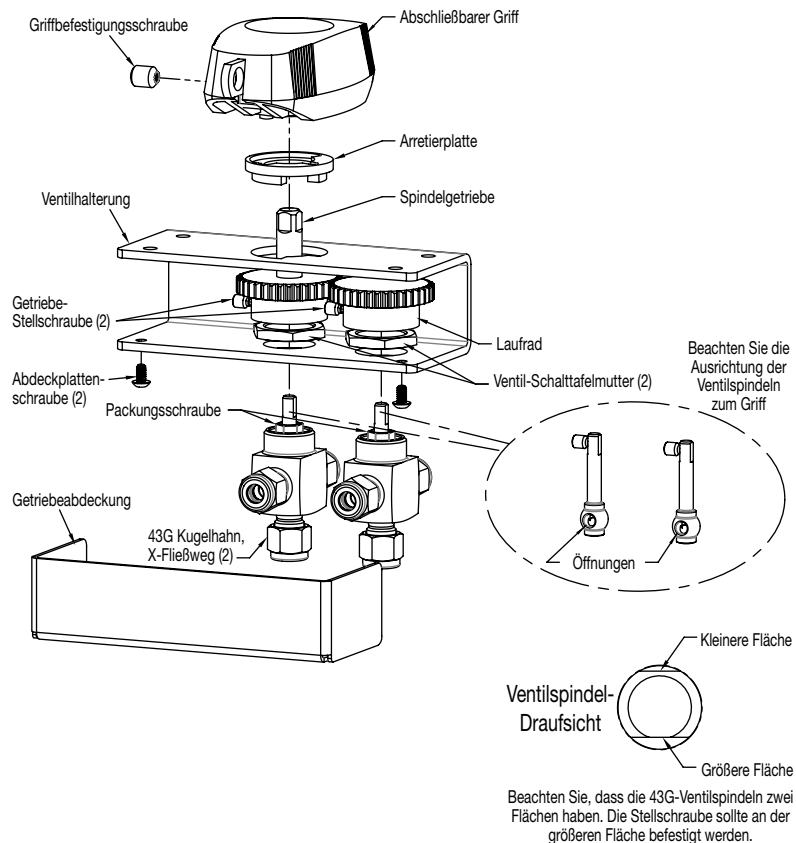
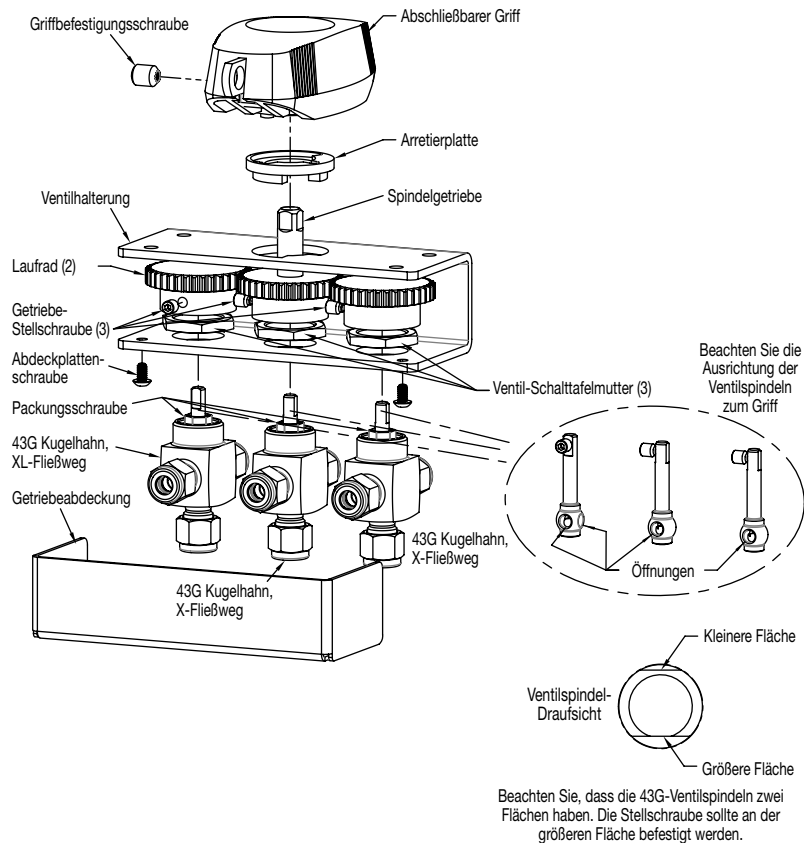

Abb. 9 2-Ventil-GSM-Baugruppe Explosionsdarstellung
Abb. 12 3-Ventil-GSM-Baugruppe Explosionsdarstellung
2. Griff und Arretierplatte durch Lockern der Griffbefestigungsschraube entfernen. Siehe Abb. 9 für die 2-Ventil-Baugruppe und Abb. 12 für die 3-Ventil-Baugruppe.
3. Ohne Drehen des Getriebes, an der Rückseite der Schalttafel mit (4) 1/4-20 UNC-Maschinenschrauben montieren (nicht im Lieferumfang enthalten).
Die Ventile müssen nicht von der Ventilhalterung entfernt werden. Siehe Abb. 9 für die 2-Ventil-Baugruppe und Abb. 12 für die 3-Ventil-Baugruppe.